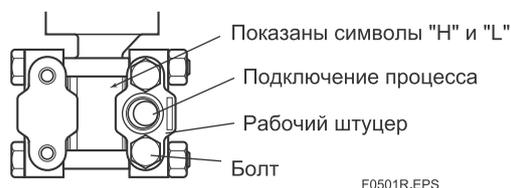

Рисунок 5.1 Символы «Н» и «L» на блоке капсулы
(1) Проверка положения соединений высокого и низкого давления на датчике (Рис. 5.1)